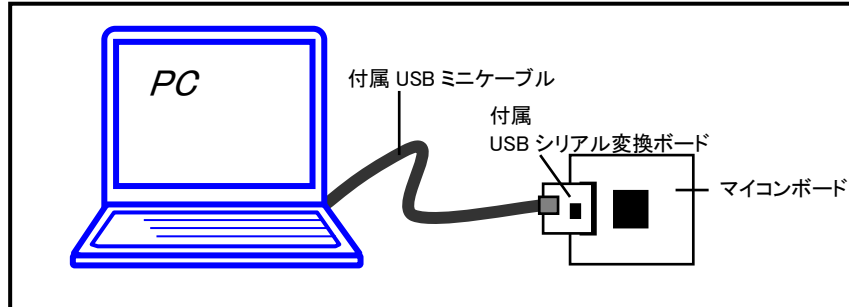

図 3-2 接続設定図
②付属の USB-ADAPTER と USB ミニケーブルを接続してください。
③②で準備した USB ミニケーブルを PC と接続してください。
④②で準備した USB-ADAPTER をマイコンボードのフラッシュインタフェース(20pin コネクタ)に接続してください。
⑤DC 電源(2P)より 5V 電源を投入してください。
※②～④の接続設定については「図 3-2 接続設定図」をご参照ください